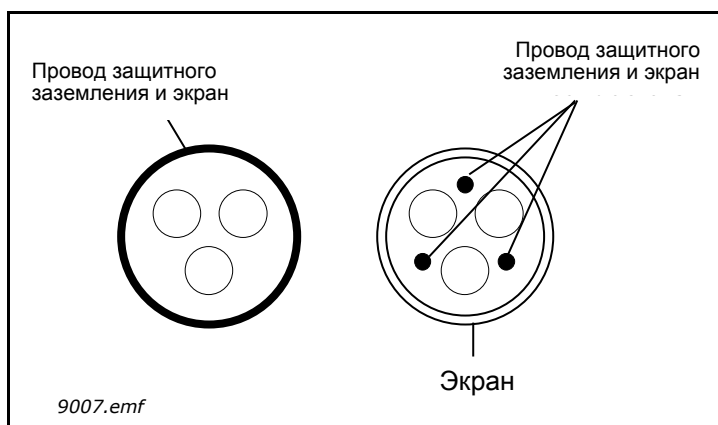

Рисунок 21.
- 2 = симметричный силовой кабель, снабженный концентричной защитной проволокой и предназначенный для определенного напряжения сети. (Рекомендуется кабель МСМК или аналогичный.) См. Рис. 21.
- 3 = симметричный силовой кабель, снабженный плотным низкоомным экраном и предназначенный для определенного напряжения сети. [Рекомендуется кабель МССМК, ЕМСМК или аналогичный; рекомендуемое полное проходное сопротивление кабеля (в диапазоне 1...30 МГц) не более 100мОм/м.] См. Рис. 21.
- * Круговое (360) заземление экрана с помощью кабельных сальников **со стороны двигателя** необходимо для обеспечения ЭМС уровня С2.